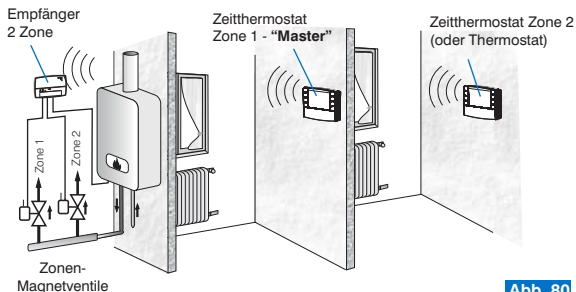

Abb. 80
- Master-Thermostat mit 2 Zonen (Bsp. Abb. 80).